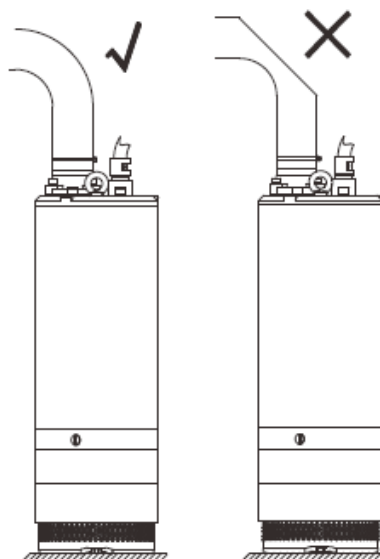

Рис.6 Вид положения шланга.
2.4.5.7. Напорный шланг может быть прикреплен вертикально или горизонтально, но не должен иметь резких изгибов (Рис.6).